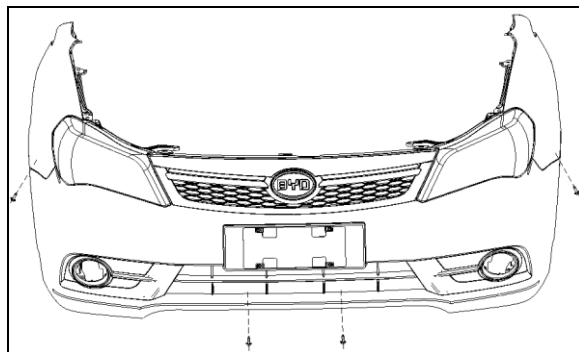

图 1-1-4 前保险杠的拆卸
(2) 拆下安装在前保险杠与发动机下挡泥板上的 2 个组合螺钉,图 1-1-4 所示;
(3) 用十字螺丝刀将前保险杠本体左右杠角处的与翼子板连接的 2 个组合自攻螺钉拆卸下;如图 1-1-4 所示;
(4) 与助手左右一起,抓住前保险杠本体杠角处,小心地往外依次掰开前保险杠与安装支架上的单边 4 个卡钩连接;
(5) 拆卸至前保险杠本体与前组合灯连接处时,抓住前保险杠往车前轻拉,使其脱离前组合灯上的单边 2 个卡钩连接;
(6) 如有前雾灯,拆卸时需要注意前雾灯的接插线束,通过摁压线束端口的卡子进行拆卸;
(7) 完成上述操作即可拆卸下前保险杠总成;